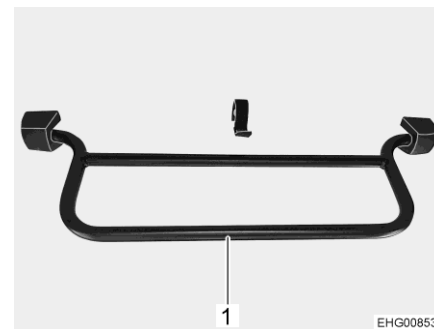

Bild 28 Bygel, uppfällbart tak, bak
- Tryck upp bygeln (Bild 28,1). Det uppfällbara taket svänger uppåt av sig självt.